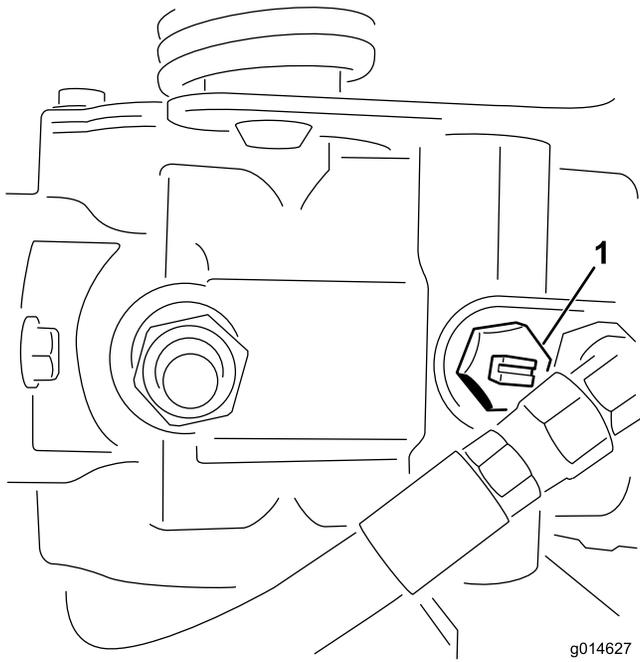

図 41
1. 油圧ポンプについているバイパスバルブ図 41の溝が「縦」になるようにバルブを回転させる。
2. エンジンを始動する時には、必ずバイパスバルブ図 41 を閉じる溝が横向きになる。バルブを開けたままでエンジンを掛けないこと。